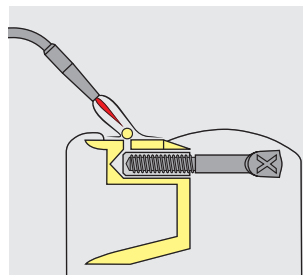

Fig. 2
**Einlöten:** Zur Herstellung des Lötblockes wird ebenfalls die Fixationsschraube verwendet. Um ein vollständiges Umlöten der Hülse zu gewährleisten und als Sicherung vor Einfließen des Lotes ins Gewinde, empfehlen wir eine Entlüftung des Sacklochs. Dies kann durch Bohrung eines kleinen Lochs oder Schlitzes realisiert werden (Fig. 2).